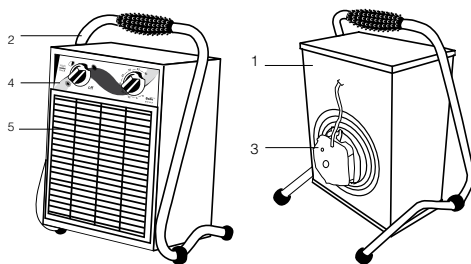

Рис. 1. Тепловентилятор
Несущая конструкция тепловентилятора (см. рис. 1) состоит из корпуса (1) и подставки-ручки (2). Вентилятор (3) расположен в задней части тепловентилятора. Блок управления расположен в верхней части корпуса под крышкой. Органы управления вынесены на переднюю панель (4). Внутри корпуса расположены трубчатые электронагревательные элементы, закрытые с лицевой стороны тепловентилятора решеткой (5).